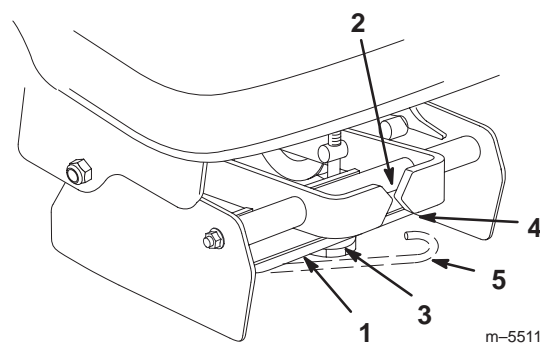

Figura 10
- D. Spostate nella scatola delle pulegge il braccio di rilascio della tensione, e mettetelo in posizione di riposo come illustrato nella Figura 10.